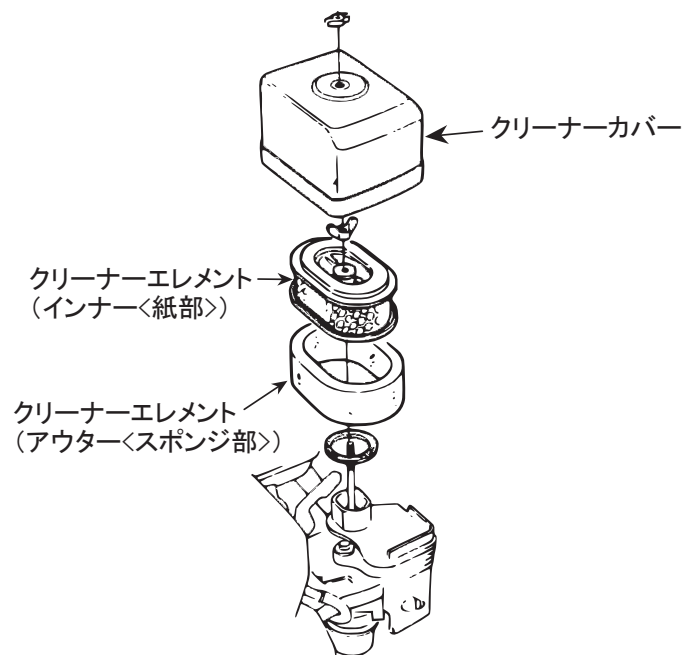

図 16
- エアークリーナーのエレメントの汚れが酷くなると、エンジンの始動不良や出力不足など運転に支障をきたすだけでなく、エンジンの寿命を極端に短くします。必ずエレメントの清掃を行ってください。(詳細は別紙エンジン取扱説明書を参照) 汚れが取れない場合は、エレメントを交換してください。(図16)